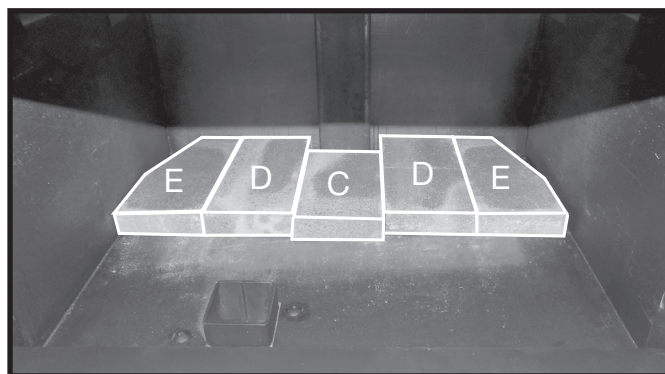

Figure 11: Back row of bricks.ai
1. Placer le poêle et la protection du plancher en fonction du trou d'entrée d'air de combustion en s'assurant que les dégagements sont conformes à l'étiquette signalétique et tels qu'indiqués à la figure 11.